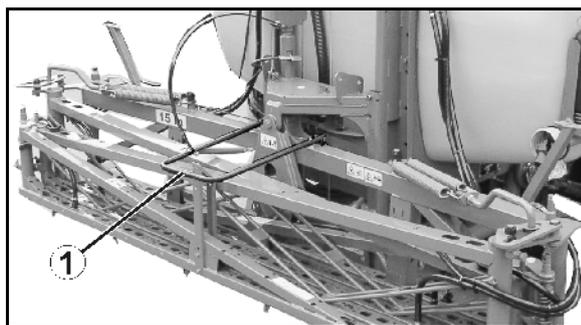

Рис. 9
- Транспортировочный фиксатор (Рис. 9/1) на штангах **Q-plus**, защищающий от непреднамеренного раскладывания